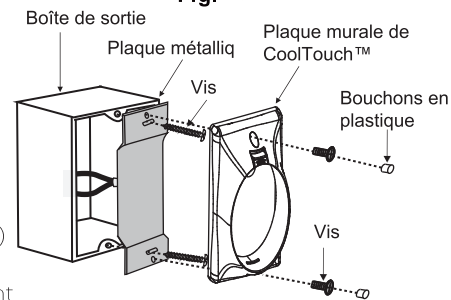

Fig. 20
Étape 2. Installer la plaque métallique et la plaque murale CoolTouch™ sur la boîte de sortie murale existante avec 4 vis fournies. Placez ensuite les deux bouchons en plastique dans la plaque murale (Fig. 20)